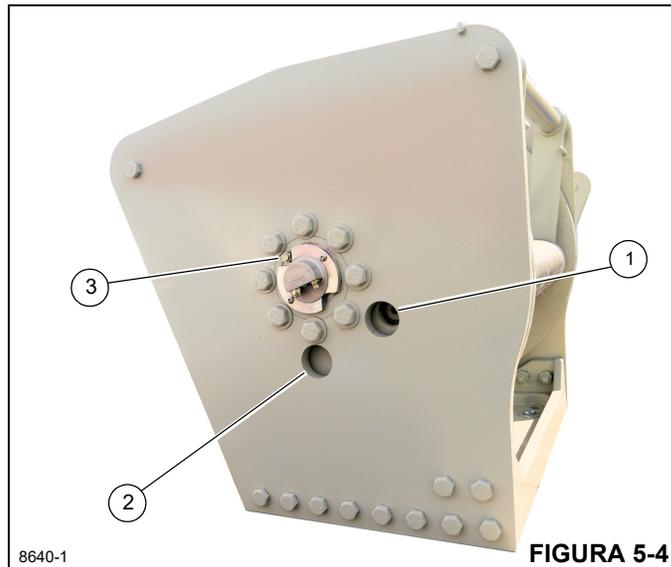

FIGURA 5-4
- Gire o tambor até que o bujão de enchimento/nível (1, Figura 5-4) seja visível pelo furo de inspeção.
- Remova o bujão de enchimento/nível (1) e verifique visualmente o nível de óleo. O óleo deve estar nivelado com a parte inferior do furo de inspeção. Se precisar de mais óleo, adicione e reinstale o bujão de enchimento/nível.
- Para drenar ou adicionar novo óleo, remova o bujão de ventilação (3, Figura 5-4). Remova o bujão do dreno (2) com uma chave sextavada e aparafuse um tubo de 1 polegada no furo do bujão do dreno (2) para que o óleo seja drenado. Drene o óleo hidráulico. Retire o tubo de drenagem de 1 polegada e instale o bujão do dreno (2).
- Para abastecer com óleo, gire o tambor para que a porta de enchimento/nível (1, Figura 5-4) fique visível através do furo superior. Para ajudar a adicionar o óleo, instale no furo de abastecimento (1) um tubo de 1 polegada com cotovelo. Retire o bujão de enchimento/nível com uma chave sextavada e abasteça a caixa de engrenagens com 3,3 l (3.50 qt) de óleo lubrificante de engrenagens. Consulte *Pontos de lubrificação*, página 5-3.